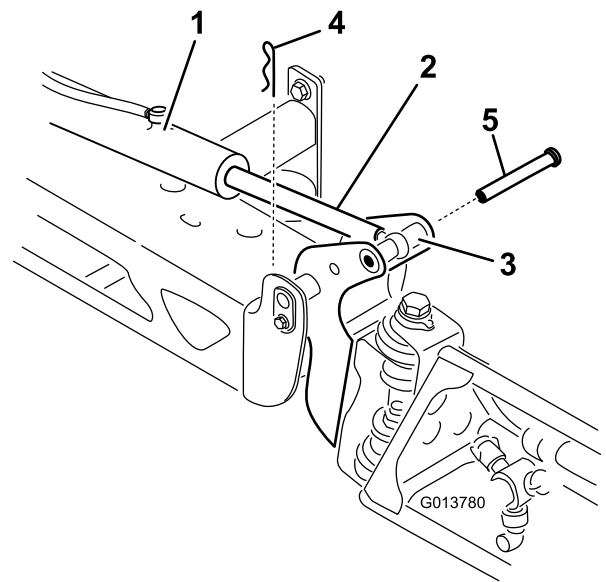

図 63
3. ブームを持ち上げて、ピンを外し 図 63、ブームをゆっくりと床面に降ろす。
2. ピボットピンからコッターピンを抜き取る 図 63。
9. ブームを支えながら、ブームのピボットとアクチュエータロッドにピンを通す(図 63)。